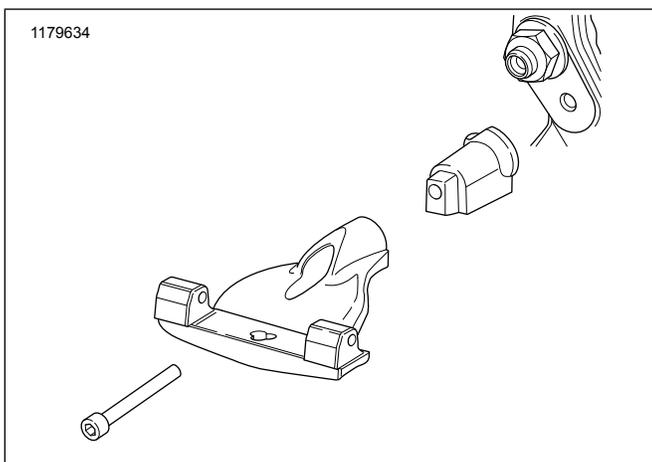
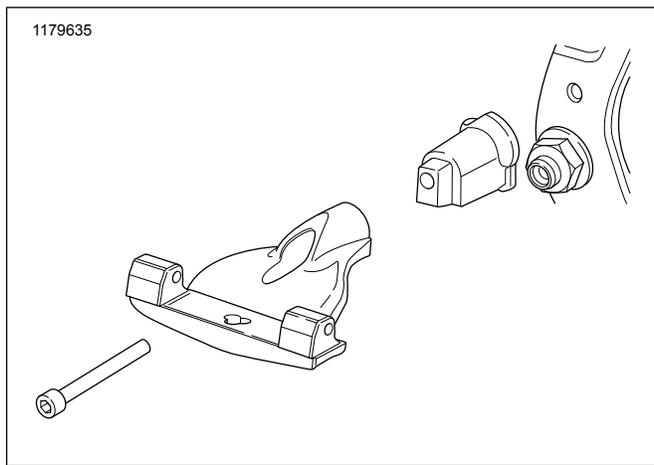

Abbildung 4. Linksseitiger Einbau: FXBR/S, FXBB, FLFB/S, FLSL, FXLR
Abbildung 5. Linksseitiger Einbau: FLSB, FLHC, FLDE
2. **Für die Modelle FXBR/S, FXBB, FLFB/S, FLSL und FXLR** siehe Abbildung 4. **Für die Modelle FLSB, FLDE und FLHC** siehe Abbildung 5. Die Trittbrettbefestigung in Position bringen. Loctite Gewindegewissungsmittel 243 auf die Innensechskantschraube auftragen und diese durch die Trittbrett-Baugruppe und den entsprechenden Adapter in das Befestigungsloch einführen.